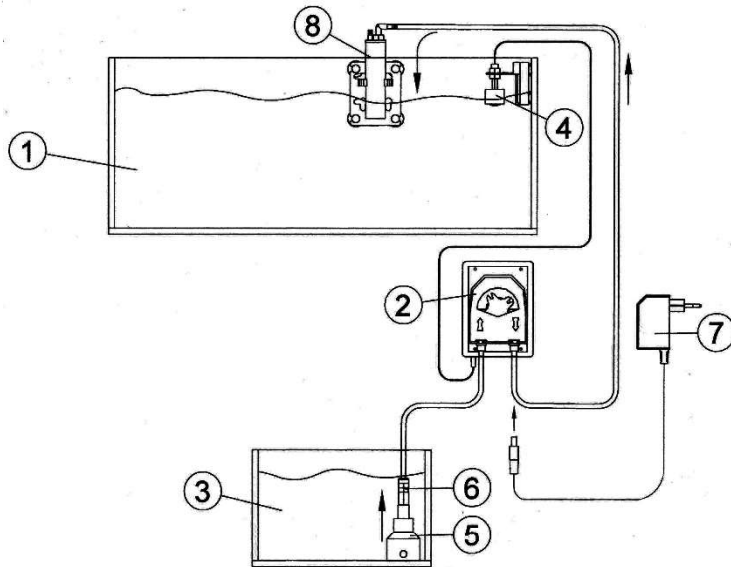

Fig. 1: Metodo d'installazione per il dosaggio da una vasca dispensatrice
- La pompa è ad autoadescamento è dovrebbe essere installata sopra il livello dell'acqua della vasca di riserva (vedere fig 1).
- L'uscita deve essere sempre posizionata sopra l'acquario o sump. Se la pompa si ferma con l'asse di azionamento in posizione orizzontale la pompa non fungerà da valvola antiriflusso. Il vuoto d'aria tra il tubo d'uscita e l'acqua impedisce all'acqua dell'acquario di essere aspirata indietro nella vasca di riserva (vedere fig 1).
- La valvola antiriflusso (6) deve essere posizionata nell'impianto di aspirazione (5 della pompa) per impedire al tubo in pressione di svuotarsi e garantire il dosaggio di uno stesso volume di liquido ad ogni ciclo operativo (vedere fig 1).